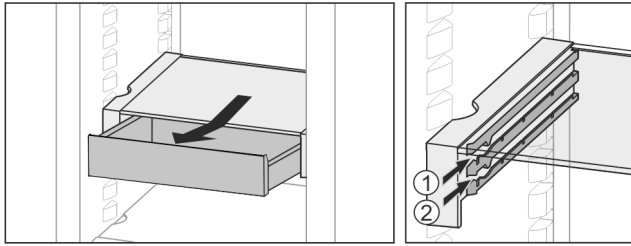

Fig. 31
- ▶ Inserire all'altezza desiderata Fig. 31 (1) o Fig. 31 (2).